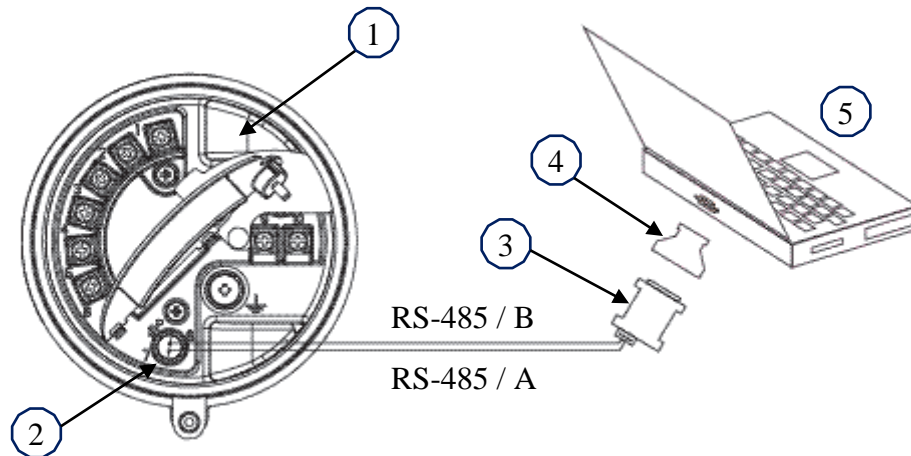

Figure 2. Accessing transmitter 2700 parameters using ProLink software: |
1) **ProLink**: First the end-cap on the terminal compartment is removed (Figure 2 and Figure 3). Then for the **2700 transmitter**, the plastic safety cover is opened to access terminals 7 and 8. A personal computer with ProLink software is connected to terminals 7 and 8.
1) **ProLink** : Enlevez le couvercle d'embout du compartiment de câblage (Figure 2 et Figure 3). Pour le **transmetteur 2700**, il faut ouvrir le couvercle du port de service pour accéder aux ports 7 et 8. Un ordinateur personnel équipé du logiciel « ProLink » est branché aux ports 7 et 8.